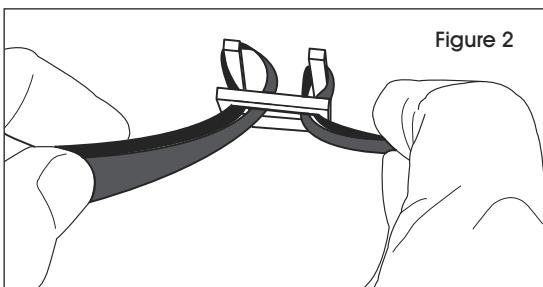

Figure 2
2. Wrap strapping around package. Loop strapping around remaining open leg of buckle. Pull loop tight around leg. (See Figure 2)
2. Enveloppez le feuillard autour du paquet. Serrez le feuillard autour de l'autre patte ouverte de la boucle. Tirez la boucle ayant été formée fermement autour de la patte. (Voir Figure 2)